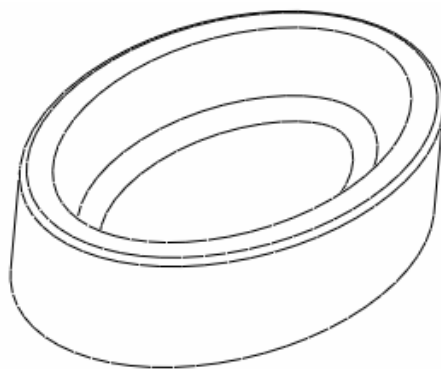

图 4-5
(6) 单击草绘命令工具栏中的  按钮，单击模型对话框中的【确定】按钮，完成模型的建立，如图 4-5 所示。